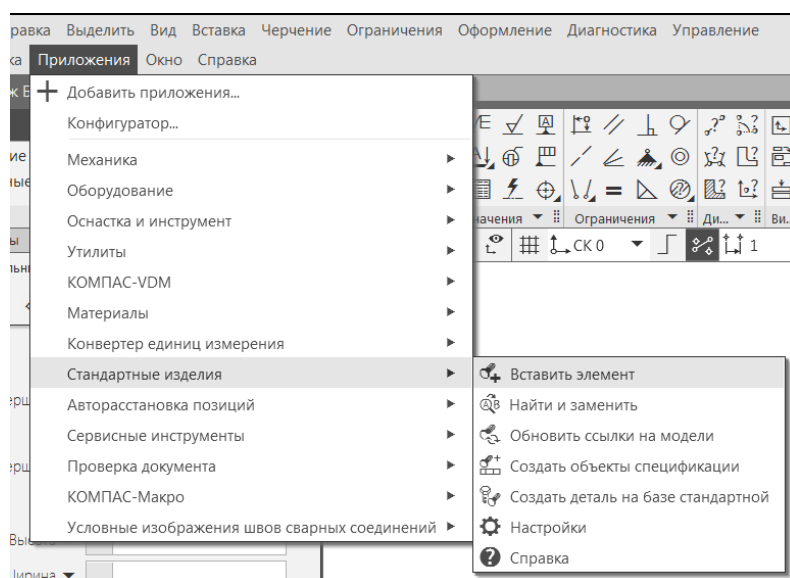

Рисунок 15. – Выбор операции Вставить элемент
6. Выберите последовательно **Приложения**, **Стандартные изделия**, **Вставить элемент** (рисунок 15).